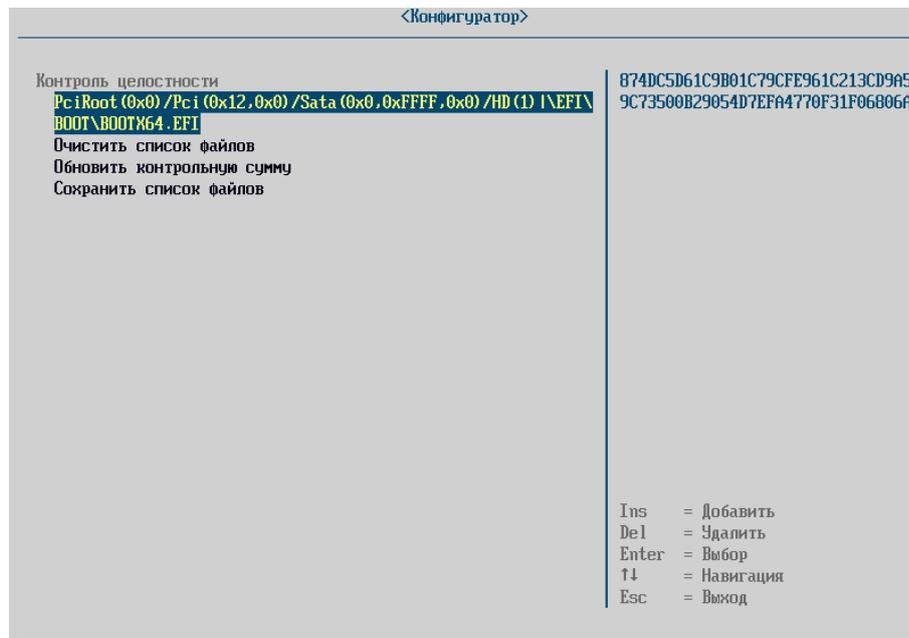

Рисунок 117 – Контроль целостности профиля загрузки
- 7) перейдите в пункт «Контроль целостности» и убедитесь, что загрузочный файл ОС автоматически был поставлен на контроль целостности, и в правом окне отобразилась контрольная сумма файла (см. рисунок 117). Обновите контрольную сумму и сохраните список файлов;